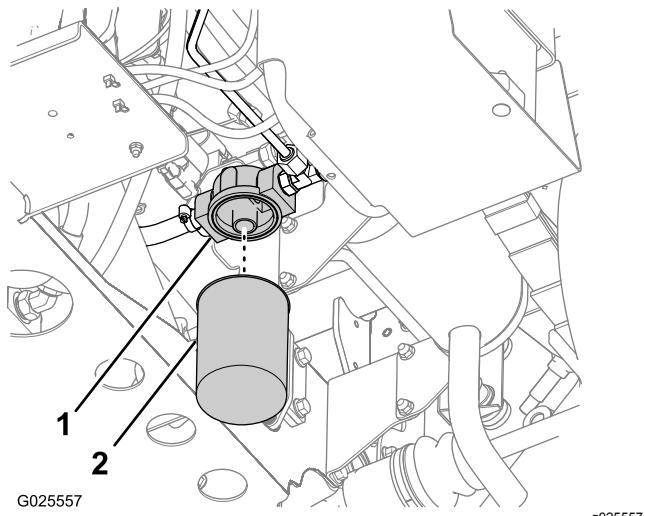

Figura 81
2. Limpie la zona de montaje del filtro (Figura 81).
3. Coloque un recipiente debajo del filtro (Figura 81).
4. Retire el filtro girándolo en sentido antihorario (Figura 81).
5. Limpie la superficie de asiento del adaptador del filtro (Figura 81).
7. Enrosque el filtro sobre el adaptador del filtro hasta que la junta del filtro toque la superficie de asiento del adaptador (Figura 81), y luego apriete el filtro 1/2 vuelta más (Figura 81).